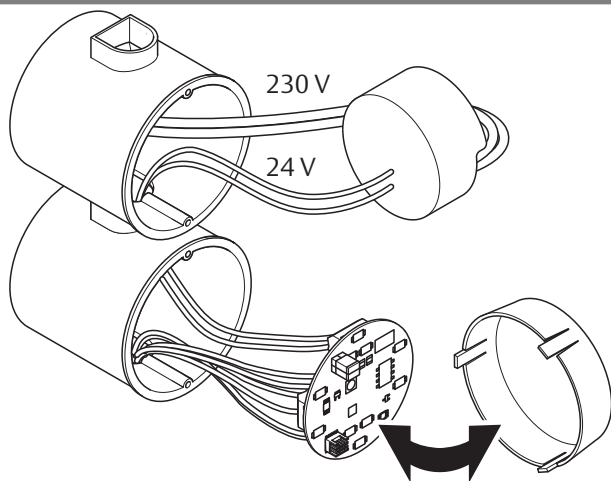

Abb. 2: Montagebeispiel des SCALA net BLE Türmoduls und der Spannungsversorgung
- 1 Führen Sie die Verkabelung in die vorgesehenen Schalterdosen (Abb. 2).